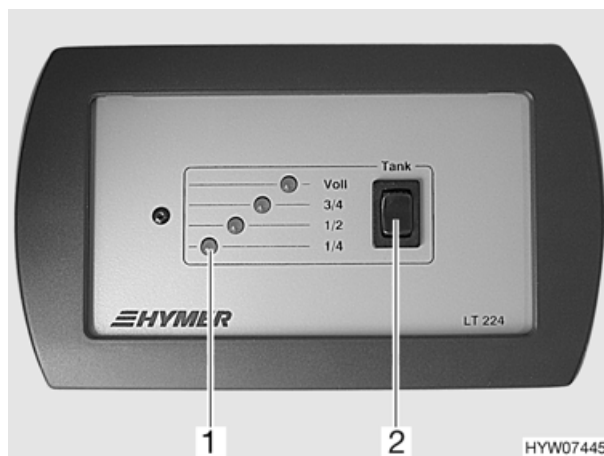

Fig. 59 Pannello di controllo LT 224
Sul pannello (Fig. 59) è possibile verificare il livello del serbatoio dell'acqua.
- Premere l'interruttore a bilico (Fig. 59,2): una delle luci spia (Fig. 59,1) si accende.